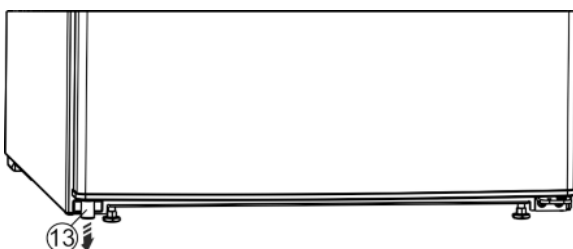

Fig. 4
► Извлеките из двери распорную деталь Fig. 4 (13) внизу слева.